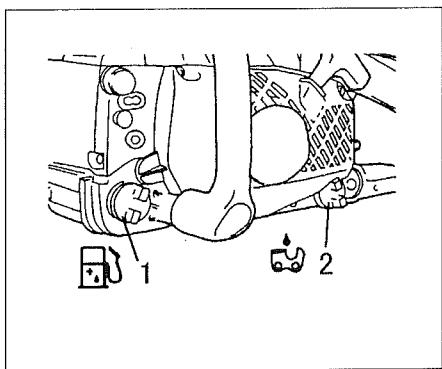

Fig.2-1B
- **ATTENTION! (Fig. 2-1B)**
- **ATTENZIONE! (Fig. 2-1B)**
#### ⚠️ ATENCIÓN! (Fig. 2-1B)
#### ⚠️ VARNING! (Fig. 2-1B)
#### (En) Chain oil (Fig. 2-1B)
When pouring fuel (1) or chain oil (2) into the tank, place the unit with cap side up. (Fig. 2-1B)
#### (It) Olio per catena (Fig. 2-1B)
Quando si versa il carburante (1) o l'olio per la catena (2) nel serbatoio, collocare l'attrezzo con il lato con il tappo rivolto verso l'alto. (Fig. 2-1B)
#### (Sp) Aceite para la cadena (Fig. 2-1B)
Al cargar el combustible (1) o el aceite para la cadena (2) en el tanque, deberá colocarse la unidad con la tapa hacia arriba. (Fig. 2-1B)
#### (Fr) Huile de chaîne (Fig. 2-1B)
Lorsqu'on remplit les réservoirs soit avec du carburant (1), soit avec de l'huile de chaîne (2), placer la machine sur le côté avec les bouchons orientés vers le haut (Fig. 2-1B).
#### (Ge) Kettenöl (Fig. 2-1B)
#### (Sw) Olja för kedjan (Fig. 2-1B)
Vid påfyllning av bränsle (1) eller olja för kedjan (2) i tanken, skall sidan med locket vändas uppåt. (Fig. 2-1B)